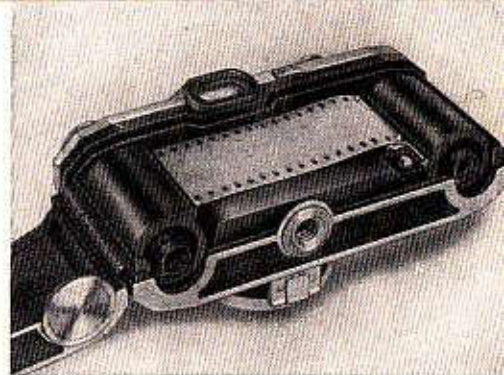

Abb. 16
des 36. Bildes beim Verschlußaufzug ein Widerstand bemerkbar sein, der sich durch die Befestigung des Filmendes am Abwickelkern ergibt. Wenn der Filmwechsel bei Tageslicht erfolgen soll, muß der Film in die Filmkapsel zurückgespult werden. Hierzu wird der Knopf (17) am Gehäuseboden tief eingedrückt und gleichzeitig der Rückspulknopf (11) in Pfeilrichtung gedreht (Abb. 16), bis der Filmanfang aus der Befestigung der Aufwickelspule gleitet. Dies ist daran zu erkennen, daß sich der Rückspulknopf nach Überwindung eines gewissen Widerstandes plötzlich leicht drehen läßt.